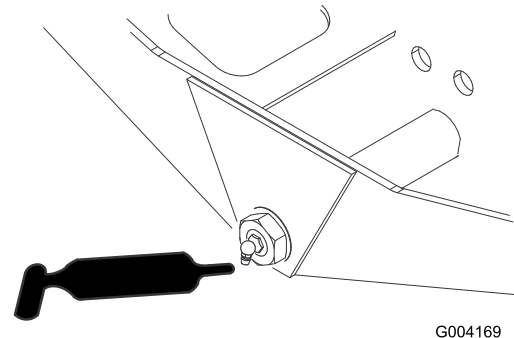

Рисунок 48
- Ось поворота моста (1 шт.) (Рисунок 48)